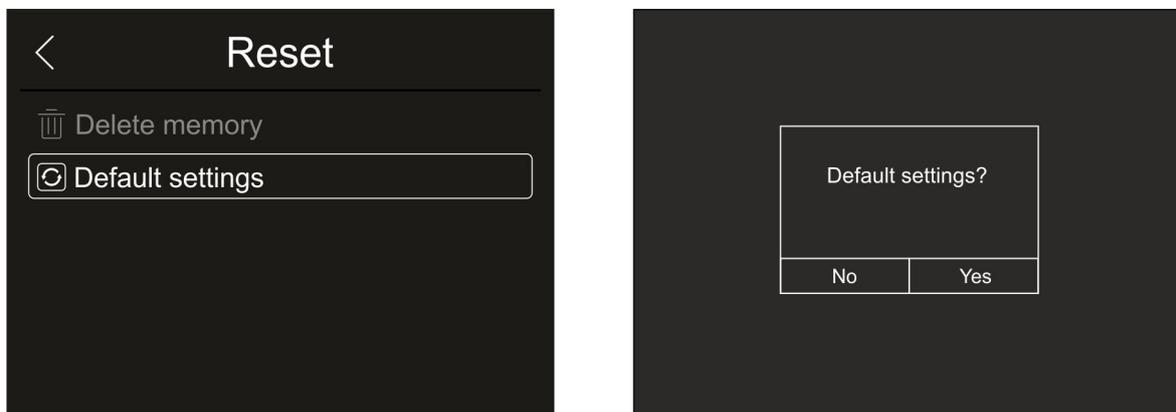

Fig. 30: Configurações padrão
1. Clique em “Reset”. O ecrã da Fig. 30 - lado direito é exibido no dispositivo. Clique no símbolo “Delete memory”. O seguinte ecrã de confirmação é exibido: